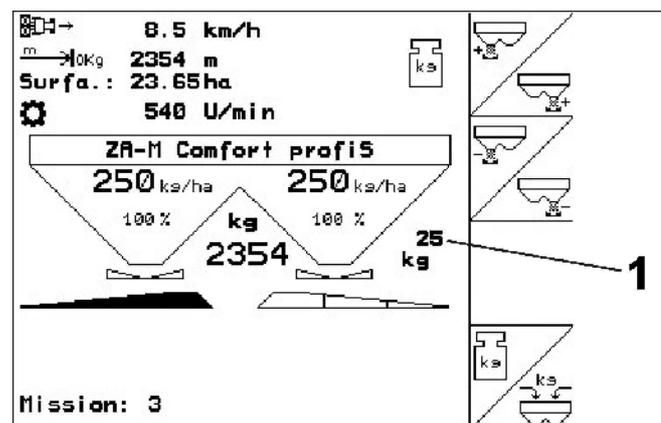

Fig. 38
- La quantité d'engrais épandue s'affiche au Menu travail (Fig. 38/1).